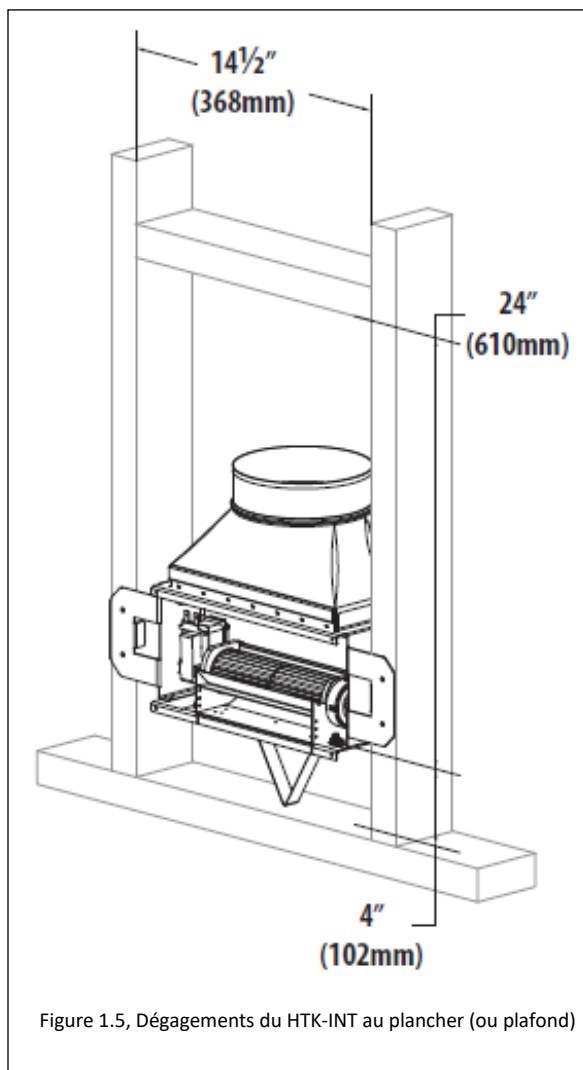

Figure 1.5, Dégagements du HTK-INT au plancher (ou plafond)
- La **Figure 1.5** montre le dégagement de 4 po (102 mm) entre la boîte de sortie d'air et l'encadrement au plancher ou au plafond.